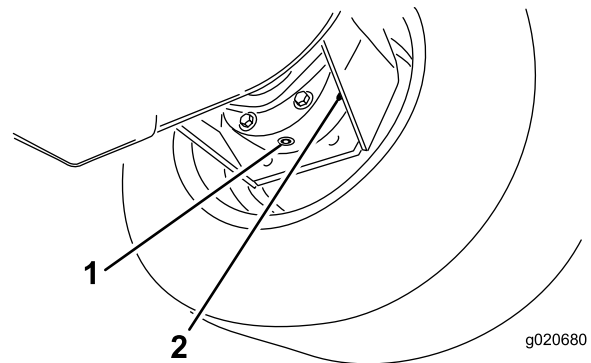

Figure 71
3. Placez un bac de vidange sous le carter de frein et enlevez le bouchon pour permettre à l'huile de s'écouler (Figure 71).